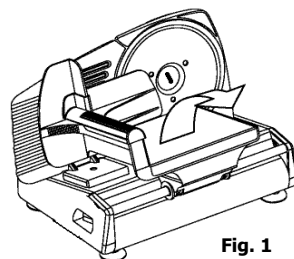

Fig. 1
3. Coloque as pernas do lado de fora do aparelho [Fig. 1].